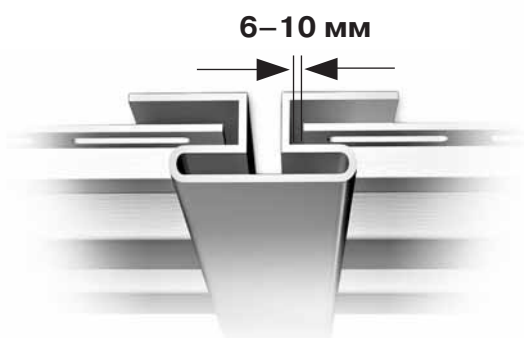

рис. 1
2. Оставляйте зазор (летом 6 мм, зимой 10 мм) для возможного расширения при креплении панелей к фаскам и кромкам (рис.1).